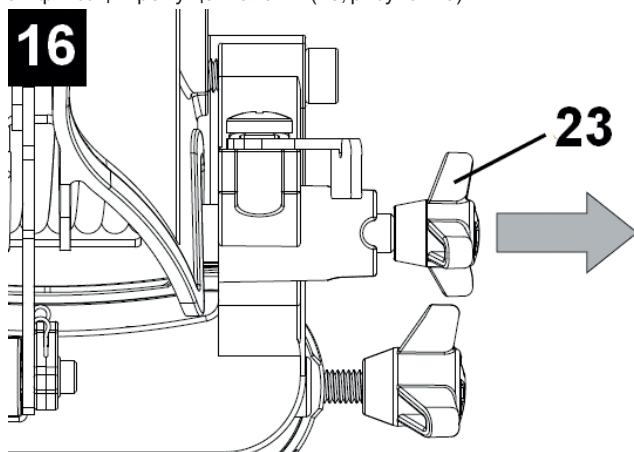

Рисунок 16
23. Штифт фиксации режущей головки в нижнем (транспортировочном) положении (рис. 16)
режущей головки в нижнем положении (23, рисунок 16);
4.9 Для хранения и удобной транспортировки фиксируйте режущую головку в нижнем положении. Для этого опустите режущую головку вниз и зафиксируйте ее в нижнем положении штифтом фиксации режущей головки (23, рисунок 16).